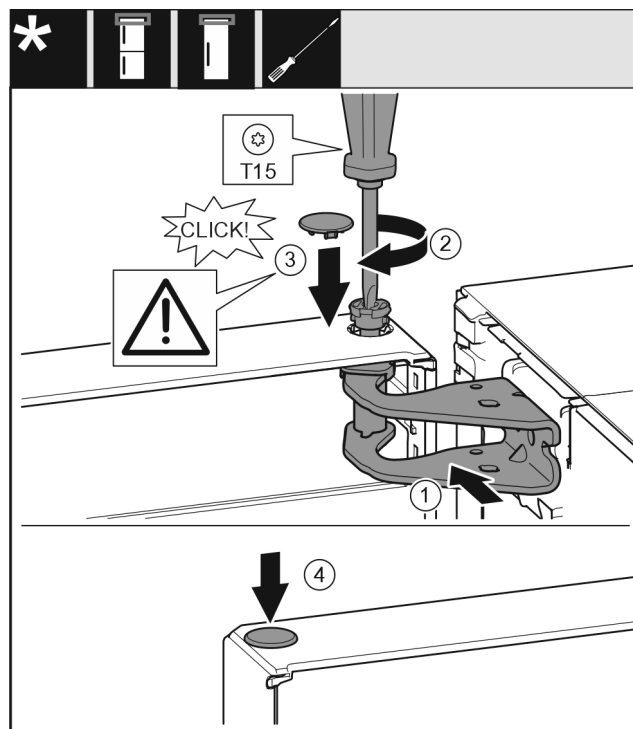

Fig. 24
- ▶ Justér døren foroven i forhold til åbningen i hængselbukken. Fig. 24 (1)
- ▶ Sæt bolten i, og skru den fast med skruetrækker T15. Fig. 24 (2)
- ▶ Monter sikringsafdækningen for at beskytte døren: Anbring sikringsafdækningen, og kontrollér, om det hviler på døren. Hvis dette ikke er tilfældet, skal boltten sættes helt i. *Fig. 24 (3)*
- ▶ Sæt propperne i. *Fig. 24 (4)*